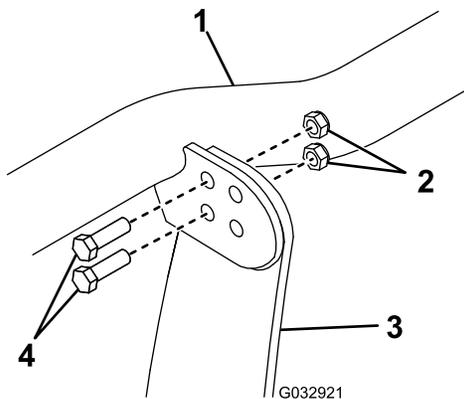

Bild 11
- Befestigen Sie die Scheinwerferleiste mit vier Schrauben ($\frac{3}{8}$ " x $1\frac{1}{4}$ ") und selbstverriegelnden Muttern ($\frac{3}{8}$ ") durch die hinteren Löcher oben an der Kupplungssäule (Bild 11). Ziehen Sie die Schrauben mit 31 N·m an.